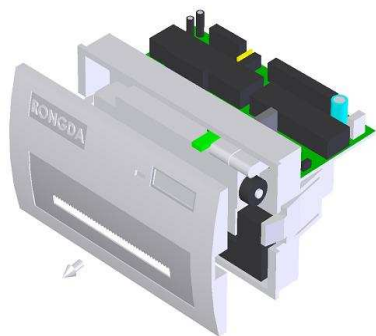

图 2-5
- 2、更换纸卷如图 2-5~2-8 所示，取下前面板，取下整个打印机，用手压紧伸缩纸轴的两端，取下纸轴，将新纸卷套在纸轴上，用手指压紧伸缩纸轴的两端，将纸轴放回原位，并确认纸轴已安装牢固，不会掉出。